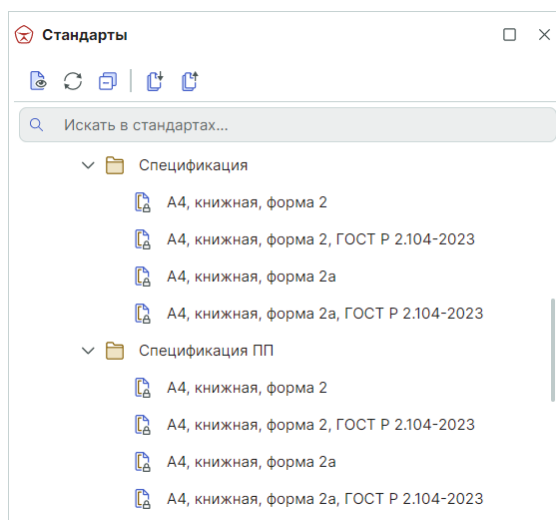

Рис. 74 Форматы и штампы спецификаций
- Перечень элементов (иерархический), см. Рис. 74.
- Перечень элементов (плоский), см. Рис. 74.